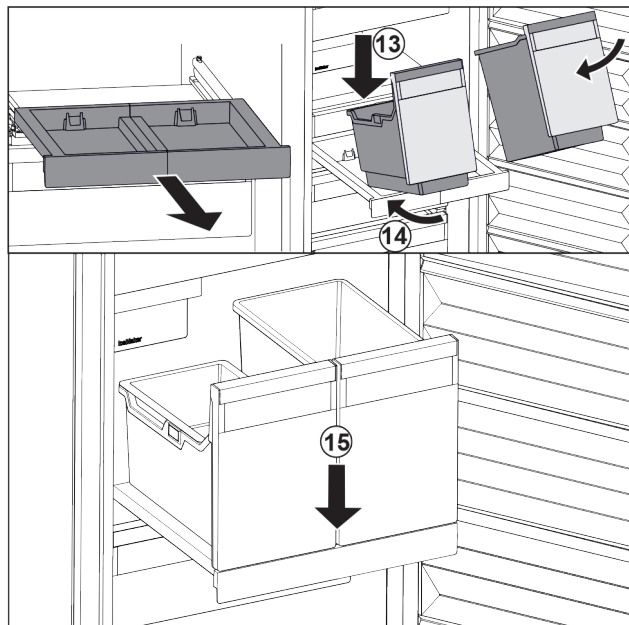

Fig. 95
- ▶ Posodo položite na izvlečno polico v poševnem položaju. Fig. 95 (13)
- ▶ Posodo potisnite v poševnem položaju proti zadnji strani. Fig. 95 (14)
- ▶ Posodo odložite spredaj. Fig. 95 (15)